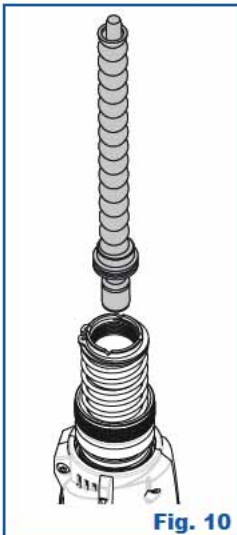

Fig. 10
- Den Schubkolben mit dem Ring und der Feder entfernen (siehe **Abb. 10**)